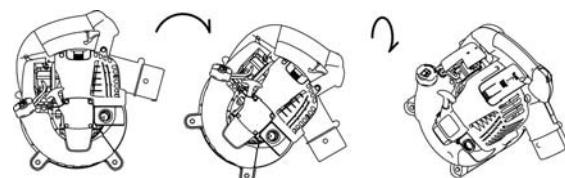
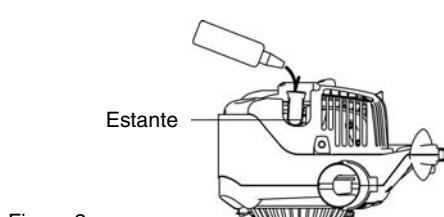

Figura 1
Figura 2
- (1) Confirme que el tapón del tanque está apretado firmemente.
- (2) Saque el tapón de aceite.
- (3) Incline la máquina en orden como se muestra en la Figura 1.
- (4) Oriente la máquina como se muestra en la Figura 2 y rellene aceite hasta el estante dentro del tubo de aceite.
- (5) Después de llenar el aceite, apriete firmemente la bayoneta de nivel. Un apriete insuficiente de la bayoneta puede causar fugas de aceite.
Cuando vaya a abrir la tapa, ponga los dedos en el mango principal y en la parte saliente de la tapa de la bujía (Figura 1). Estire la parte saliente hacia arriba, la cual se dejará deslizar hacia la dirección de "OPEN" (Figura 2).